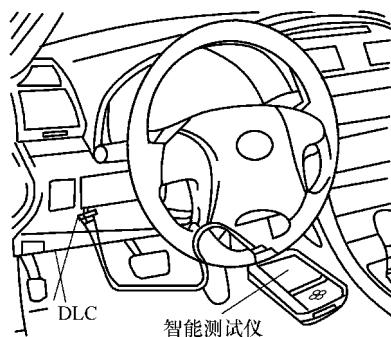

图 5-87 连接智能测试仪
- 3) 将智能测试仪连接到 DLC 上，如图 5-87 所示。
4) 将点火开关转到 ON (IG) 位置，并打开智能测试仪。
- 4) 将点火开关转到 ON (IG) 位置，并打开智能测试仪。